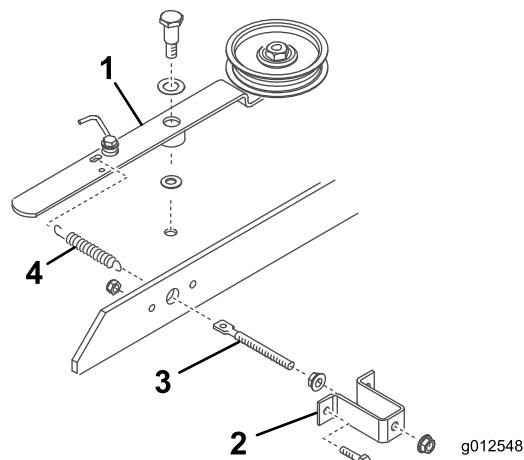

図 20
3. ねじ山付きロッドに、フランジナット5/16-18"を取り付けて約 5cm 進める図 20。
- ねじ山付きロッドをスプリングブラケットの大きい方の穴に入れ、もう1個のフランジナット5/16-18"で仮止めする図 20。フランジナットはまだ本締めしない。
- ねじ山付きロッドのもう一方の端部をブリッジバーの穴に入れ、ボルト2本とロックナットでスプリングブラケットをブリッジバーに固定する図 20。
- スプリングの短い方の端をねじ山付きロッドの穴に引っ掛け、長い方の端をアイドラアームの穴に引っ掛ける図 20。
- デッキにアイドラブーリアームを取り付けるピボットねじ3/8-16"、スラストワッシャ1/2"、アイドラアーム、スラストワッシャ3/8"、ロックナット3/8-16"をデッキ下側に使用する図 20。